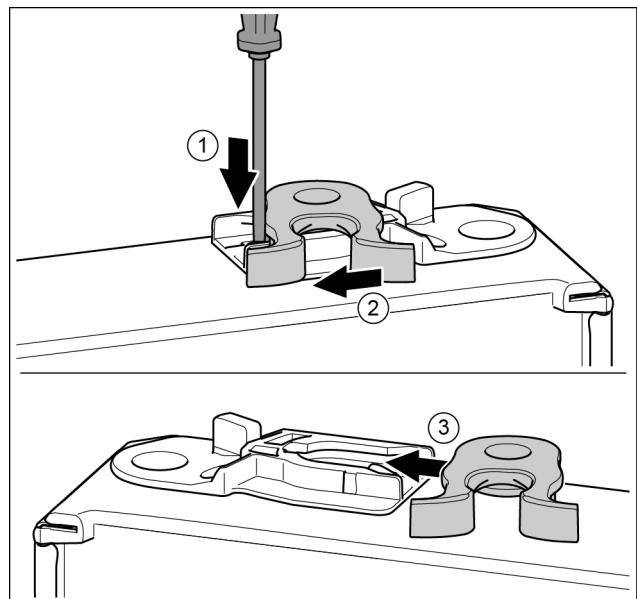

Fig. 33*
- ▶ Нажать накладку шлицевой отверткой вниз. Fig. 33 (1)
- ▶ Запорный крючок вывести из направляющей. Fig. 33 (2)
- ▶ Запорный крючок вставить в направляющую с другой стороны. Fig. 33 (3)